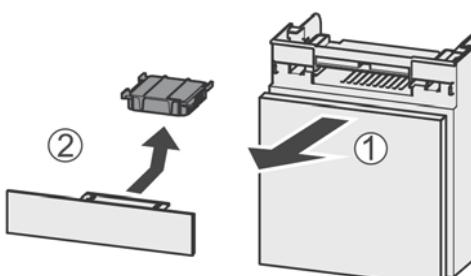

Fig. 86
- Вытянуть Fig. 86 (1) отделение движением вперед.
- Извлечение Fig. 86 (2) фильтра с активированным углем.